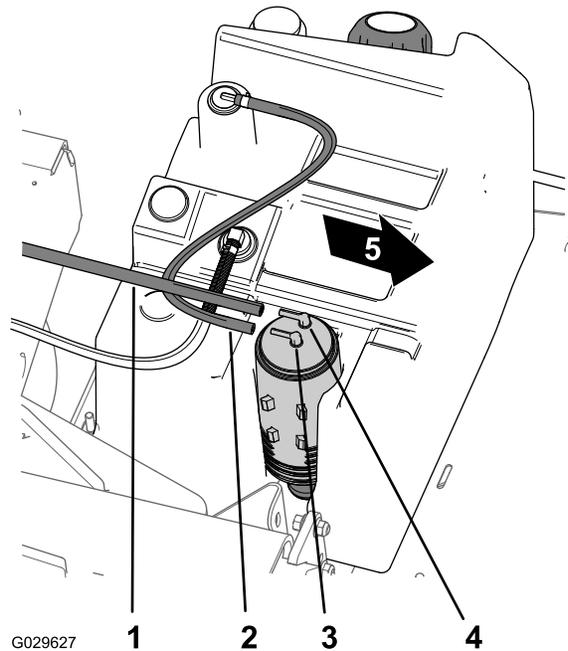

Figura 53
- Retire o tubo do depósito de combustível da união no recipiente de carbono assinalada Combustível (Figura 53).
- Retire o tubo de vácuo da união no recipiente de carbono assinalada Purga (Figura 53).
8. Monte o tubo de vácuo na união no recipiente de carbono assinalada Purga e o tubo do depósito de combustível na união assinalada Depósito de combustível (Figura 53).